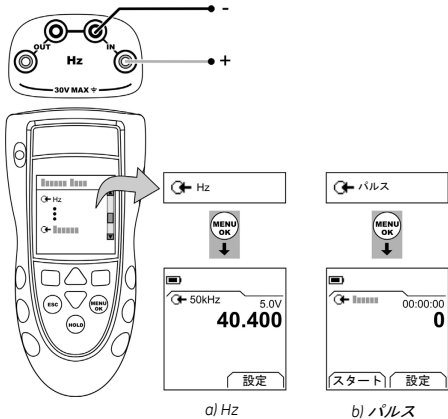

図1: 構成例-Hz を測定
1. 本計器を接続し (図 1)、必要に応じて **セットアップ** (表 1) を行います。